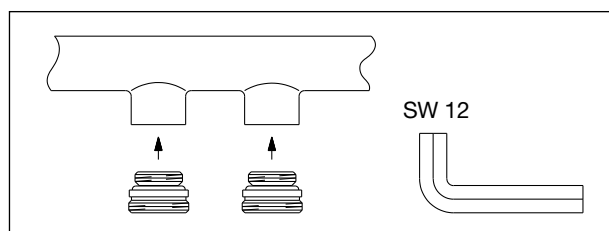

Fig. 1
1. Fissare saldamente il nipple autotenuta in dotazione (Fig. 1) ai raccordi di collegamento del radiatore (coppia circa 40 Nm).